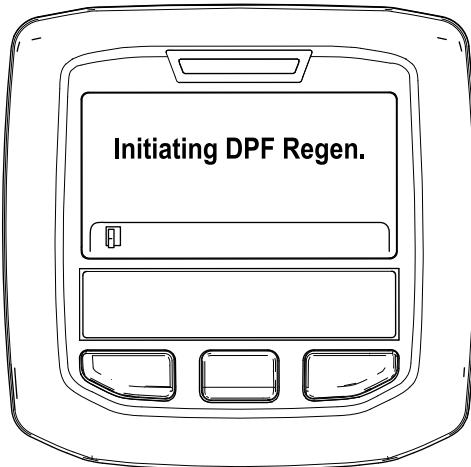

図 34
- A. Initiating DPF Regen DPF 再生開始中というメッセージが表示される図 34。